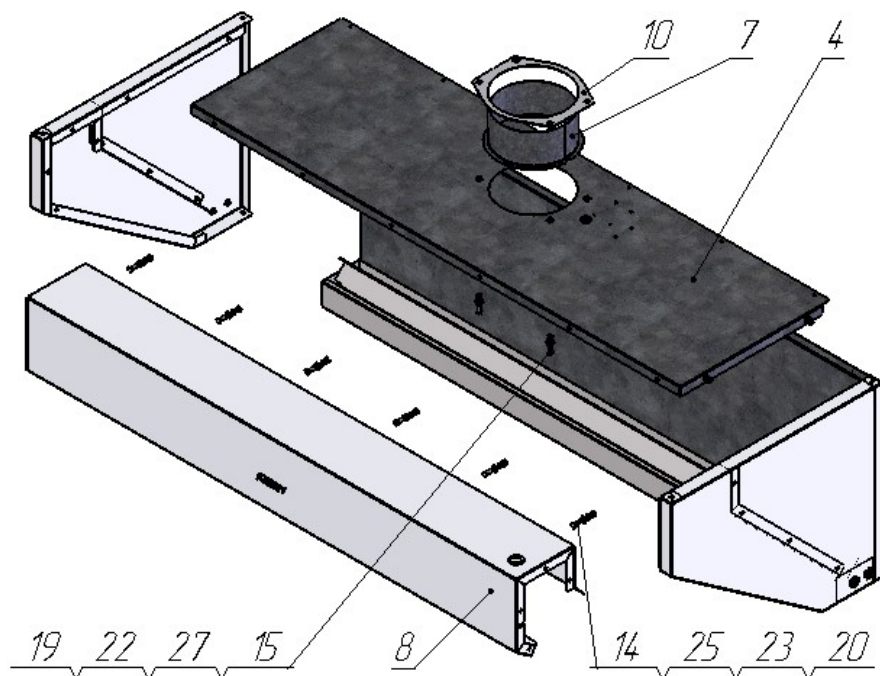

Рис.2
3.5.4. Для зонтов: ЗВН-2/400/1200(1600)(2000) соединить крышку поз. 4 (Рис. 2) с панелью поз. 8 (Рис. 2), закрепить комплектом крепежа поз. 14, поз. 25, поз. 23, поз. 20 (Рис. 2).
3.5.7. Для зонта ЗВН-2/400/1200(1600)(2000) установить каркас зонта в вертикальное положение (на одну из боковин). Фиксатор поз. 10 (Рис. 2) надеть на патрубок выходной поз.7 (Рис. 2) и
соединить с каркасом зонта комплектом крепежа поз. 15, поз. 27, поз. 22, поз. 19 (Рис. 2).